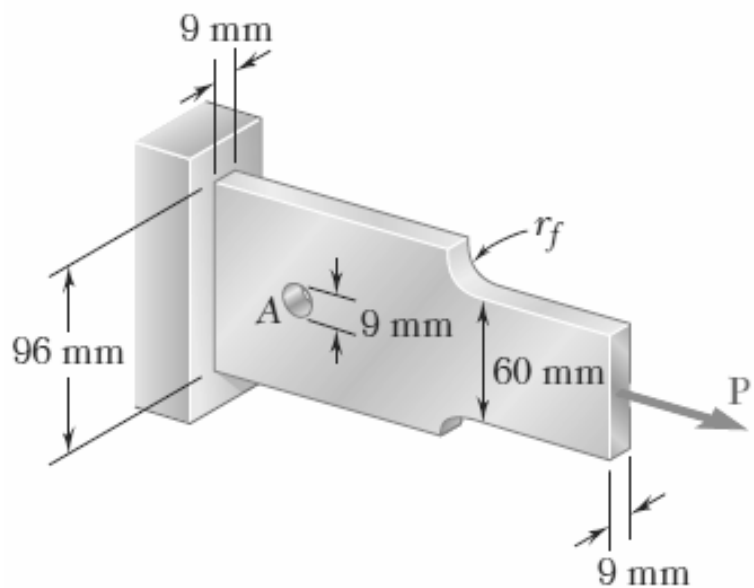

Figura 2.45
2.7.3 Determine o raio r_f da Figura 2.45 de forma que a tensão máxima verificada seja igual à tensão máxima no furo A.